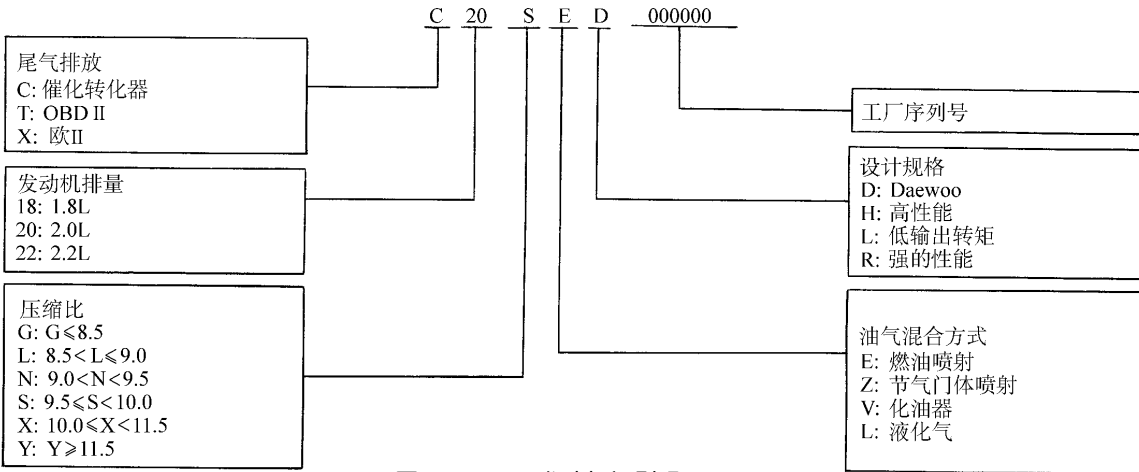

图 1-6 1.8L 发动机识别码
1.8L 发动机识别码如图 1-6 所示，说明如表 1-3 所示。